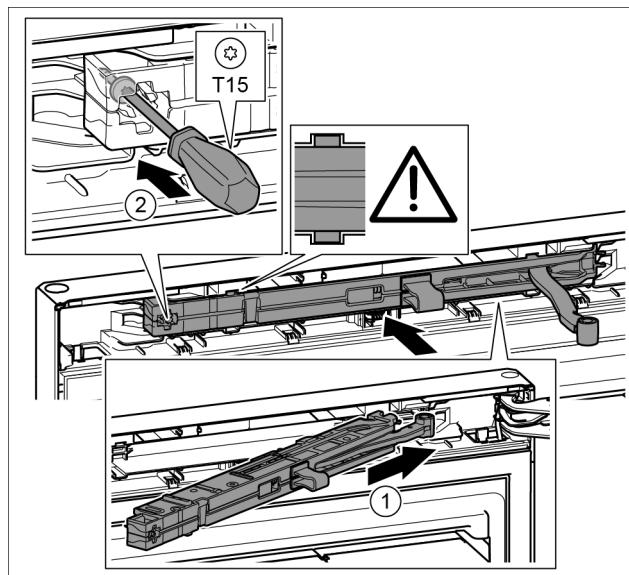

Fig. 21
- Amortyzator zamykania drzwi po stronie płytki zawiasu wsunąć ukośnie w zagłębienie aż do oporu. Fig. 21 (1)
- Śrubę przykręcić przy pomocy śrubokręta T15. Fig. 21 (2)